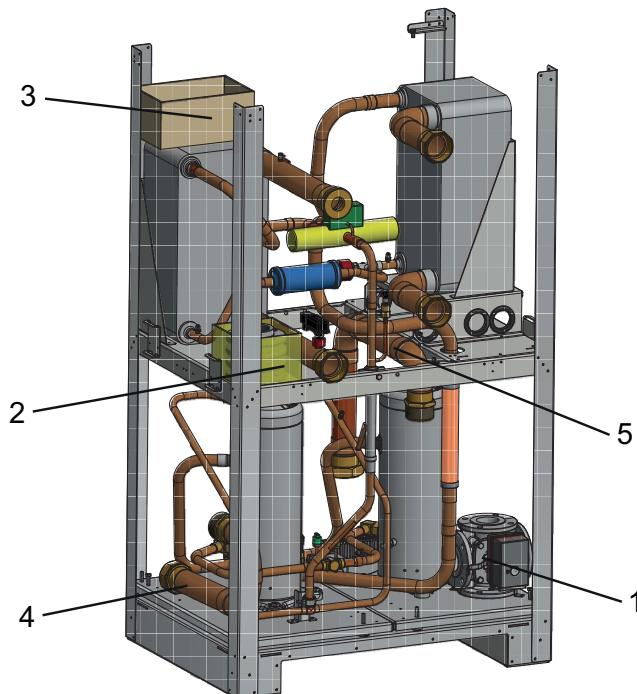
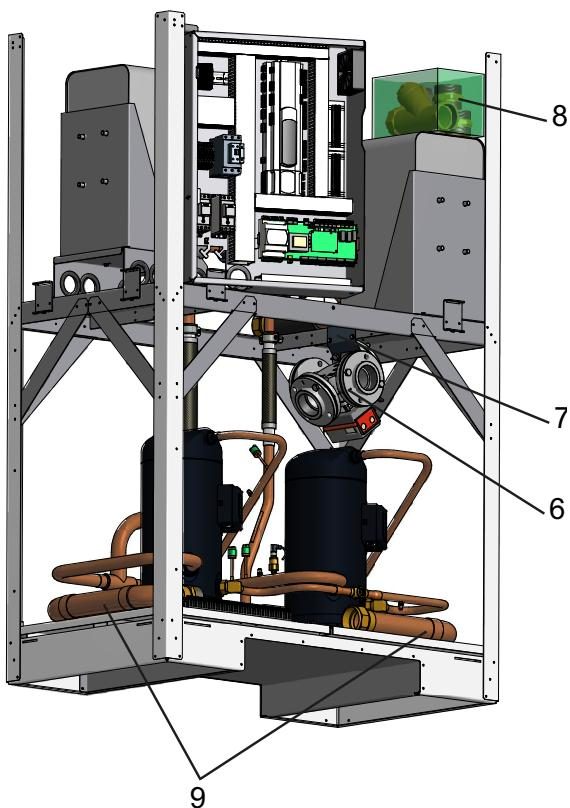
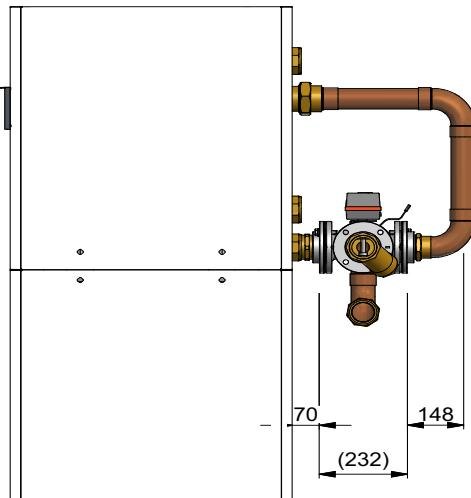

Abb. 7.1:
Abb. 7.2:
Abb. 7.3:
Das mit dem Stellmotor vormontierte hydraulische 4-Wege-Umschaltventil (1) ist mit 3 Befestigungswinkel auf der Grundplatte fixiert. Die Befestigungswinkel sind zu entfernen, die unter dem 4-Wege-Umschaltventil platzierte Flanschdichtung ist zu verwenden (siehe Abb. 7.1 auf S. 6). Weitere Flanschdichtungen befinden sich zusammen mit den Gewindeflanschen im Gerätebeipack (2). Die Verbindungselemente sind zusammen mit dem Schmutzfilter im Beipackkarton (3) auf dem Plattenwärmetauscher abgelegt. Auf der Grundplatte ist eine vormontierte Rohbaugruppe (4) abgelegt und eine weitere Rohrbaugruppe (5) ist im oberen Bereich an einem Blechteil fixiert. Diese Rohrbaugruppen sind wie in Abb. 7.3 auf S. 7 gezeigt mit den Gewindeflanschen zu verbinden.
Das mit dem Stellmotor vormontierte hydraulische 4-Wege-Umschaltventil (6) ist mit seinen Gewindeflanschen an einem Transportblech (7) im Geräteinnenraum befestigt (siehe Abb. 7.2 auf S. 7). Nach der Demontage des hydraulischen 4-Wege-Umschaltventils aus dem Geräteraum ist das Transportblech (7) zu entfernen. Die Gewindeflansche des 4-Wege-Umschaltventils sind zu lösen. Die Verbindungselemente und Flanschdichtungen sind zusammen mit dem Schmutzfilter im Beipackkarton (8) auf dem Plattenwärmetauscher abgelegt. Auf der Grundplatte der Wärmepumpe sind zwei vormontierten Rohrbaugruppen (9) abgelegt. Diese Rohrbaugruppen sind wie in Abb. 7.3 auf S. 7 gezeigt mit den Gewindeflanschen zu verbinden.
Hierbei sind die in Abb. 7.3 auf S. 7 gezeigten Abstandsmaße durch den Eindichtvorgang zwischen Doppelnippel und Gewindeflansch an der Wärmepumpe einerseits und zwischen der Rohrbaugruppe „Heizwasser-Vorlauf“ und Gewindeflansch andererseits zu realisieren. Ist die erforderliche Einbauposition erreicht sind die Flansche mit den beiliegenden Dichtungen durch Schrauben, Scheiben und Federringen mit dem hydraulischen 4-Wege-Umschaltventil zu verbinden.